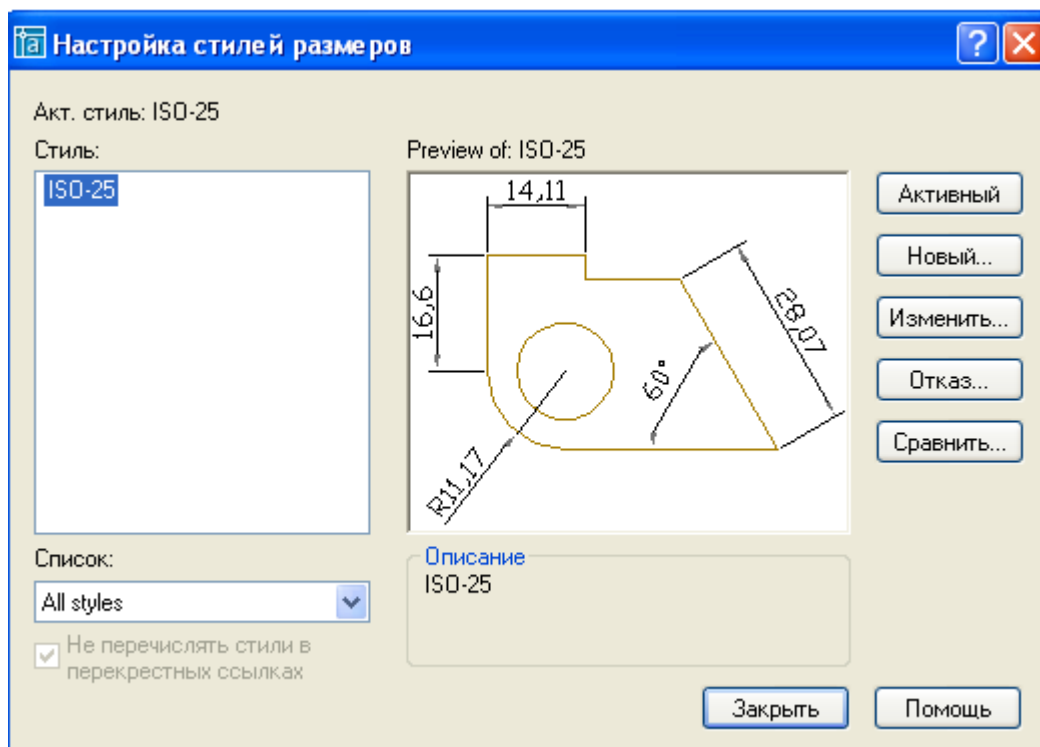

Рис. 33. Диалоговое окно Настройка стилей размеров
• Команда **DIMSTYLE (Стиль размера)** обеспечивает работу с размерными стилями в диалоговом окне **Dimension Style Manager (Настройка стилей размеров)** (Рис. 33)